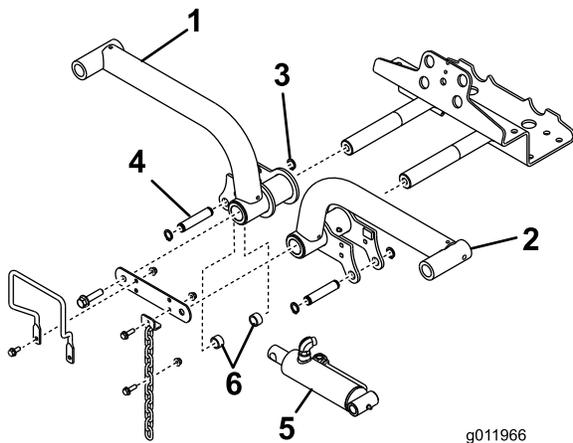

Figure 15
- Insérez les bras de levage sur les axes de pivot (Figure 15), et fixez chacun d'entre eux avec une bielle et les boulons retirés précédemment.
- Fixez l'extrémité droite du vérin de levage au bras de levage droit avec une goupille et 2 entretoises (Figure 15). Fixez l'ensemble avec une bague de retenue.